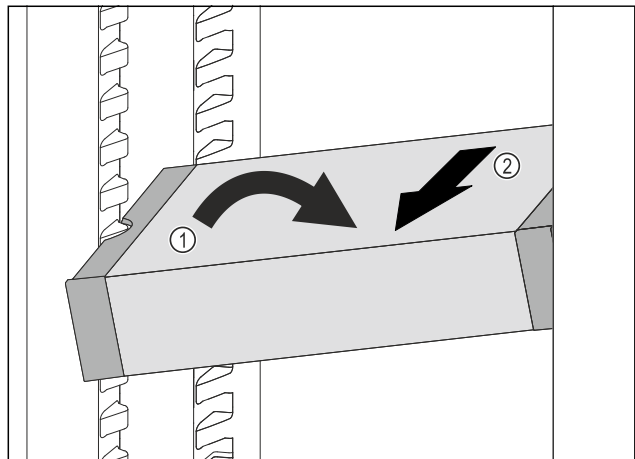

Fig. 139
- ▶ Наклонете VarioSafe в хладилната част. Fig. 139 (1)
- ▶ Извадете VarioSafe напред. Fig. 139 (2)